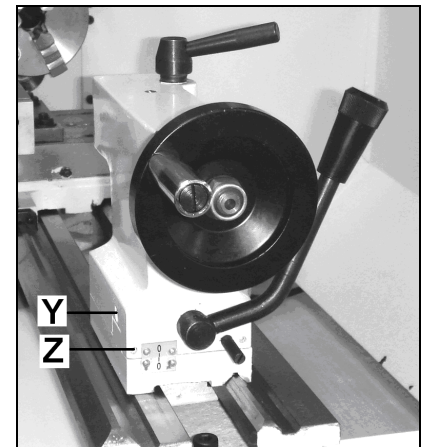

Fig 14
Pour déplacer la contre-pointe, desserrer la vis de blocage (Z, Fig 14) et ajuster avec les vis (Y).